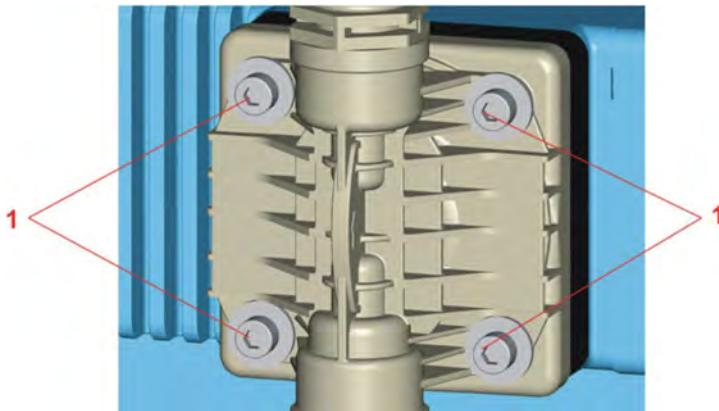

Abb. 8: Pumpenkopfschrauben nachziehen
- der Pumpenkopfschrauben (siehe ↗ Kapitel 6 „Inbetriebnahme“ auf Seite 28, Abb. 8), (fester Sitz, 4 Nm)